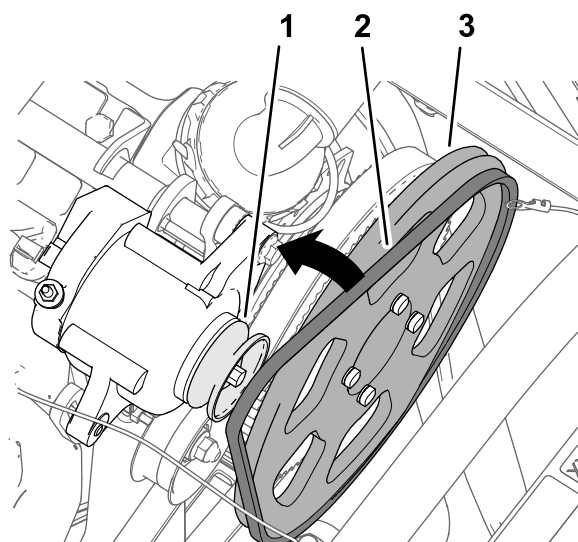

Рисунок 183
- Установите клиновой ремень на ведущий шкив 279 мм и шкив генератора (Рисунок 183).